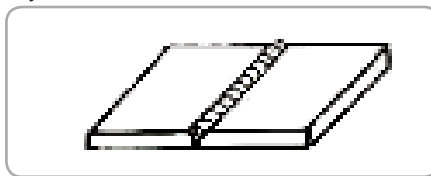

Fig.11
a) După poziția pieselor una față de alta există următoarele tipuri de îmbinări:**• Îmbinările sudate cap la cap (fig.11):**